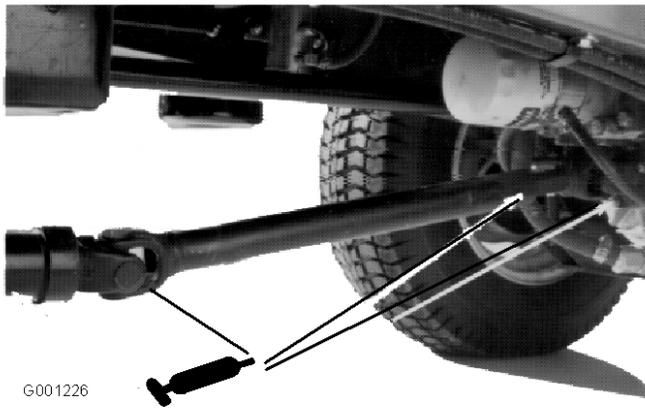

Figura 43
- albero di trasmissione (3) (Figura 43)